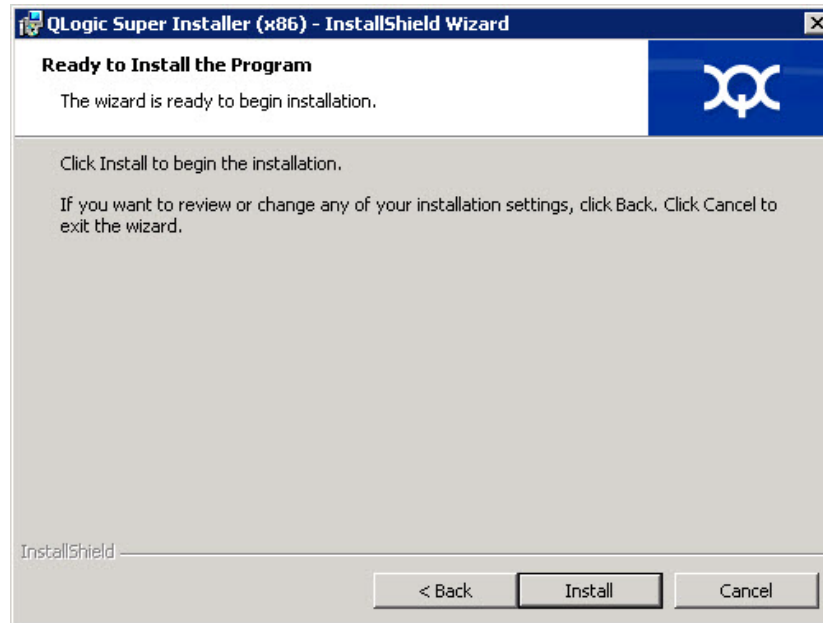

Abbildung 2-6. InstallShield Wizard: Fenster „Ready to Install the Program“ (Bereit zum Installieren des Programms)
7. Klicken Sie im Fenster „Ready To Install“ (Bereit zum Installieren) des InstallShield Wizard (Abbildung 2-6) auf **Install** (Installieren).